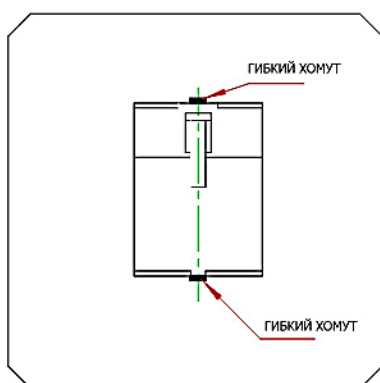

Рис.5
- См. рисунки 3 и 4. Поместить ручку (5) в положение А (см. рисунок 9), соединить ручку (5) с гидроузлом (10) с помощью штифта (2), и теперь нужно протянуть цепь (8) через отверстие в штифте (2). Покрутить ручку (5) в горизонтальном положении и вынуть штифт (9). Сохранить штифт (9) для следующего использования. Подсоединить провода в ручке (5) и провода корпуса тележки через разъем (6). Можно использовать гибкий хомут для обеспечения надежного соединения (см. рисунок 5). После подсоединения проводов, закрепить провода на ручке 5 при помощи детали 7 в соответствии с рисунком 4.
- См. рисунки 4 и 6. Накрутить гайку на конце цепи (8) в паз пластины рычага (11).